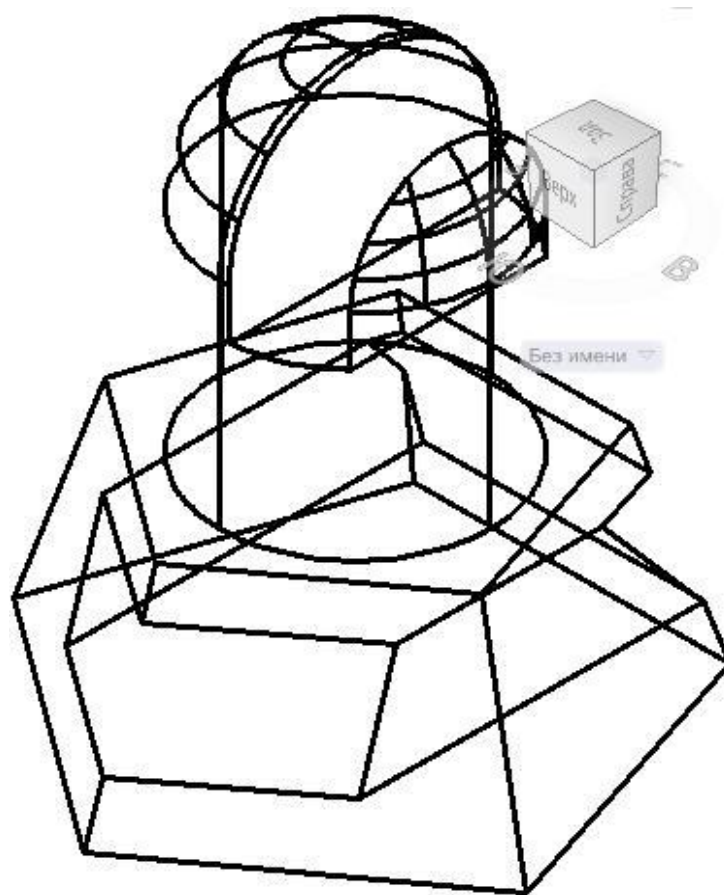

Рис. 5.30. Изображение объекта с визуальным стилем 2D каркас
– Сохранить объёмную модель в виде файла. На рис. 5.30 показан объект с использованием визуального стиля **2D каркас**.